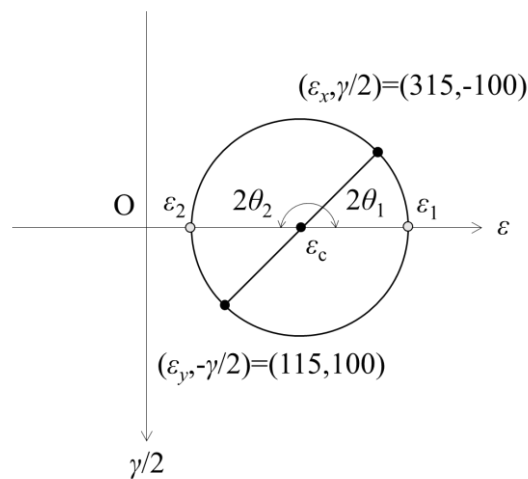

Fig.2.2 主ひずみおよび主ひずみ方向
(2) 主ひずみ $(\varepsilon_1, \varepsilon_2)$ および主ひずみ方向 (θ_1, θ_2) はモールのひずみ円上において以下の図 2.2 のように表される.